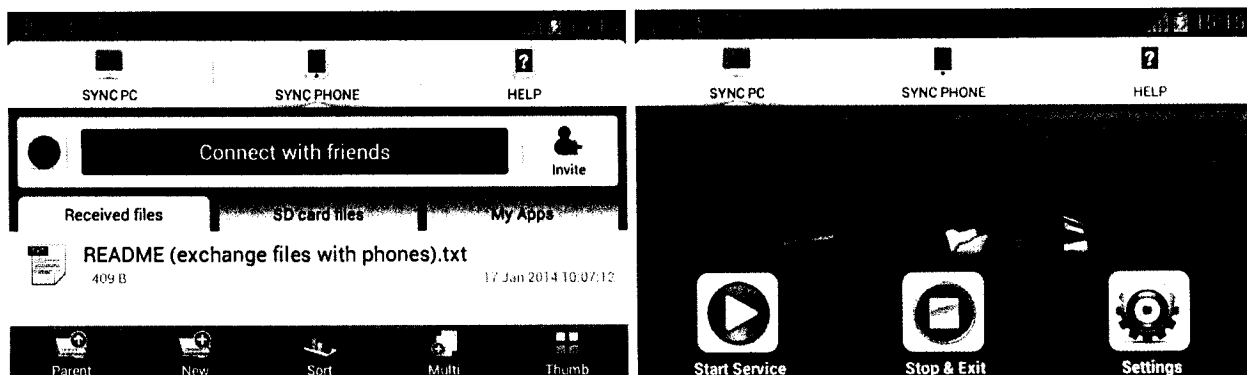

Рис. 61. Подключение к ПК.
1.10.28.1. В меню «УСТАНОВКИ» нажмите «WiFi». Нажмите кнопку «SYNC PC» и затем нажмите кнопку «Start Service» (см. Рис. 61).